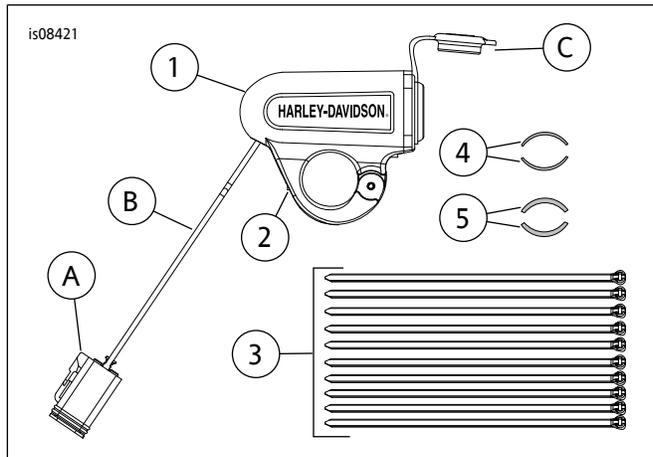

图3。维修零件：把手12V电源
参见图3和表2。
5. 参见图3和表2。
7. 参见图3。将电源端口置于理想位置。将螺丝(2)放置到位。此时切勿完全拧紧。
- a. 参见图3。切断六针连接器 (A)。
- b. 从线束 (B) 上的每根电线剥去0.375英寸(9.5毫米)的绝缘层。
- b. 参见图3。拆下插座盖 (C)。
- c. 参见图3。剥去后电线，将来自工具包 (69201750) 的接线端安装至线束 (B)。参见维修手册。
- 14. 所有其他车型：参见图3。将防尘盖从附件连接器上除去。将12V连接器插入六针连接器 (A)。
- 15. 使用线缆扎带 (3) 固定线束 (B)。多余或松散的线束 (B) 可以使用线缆扎带固定